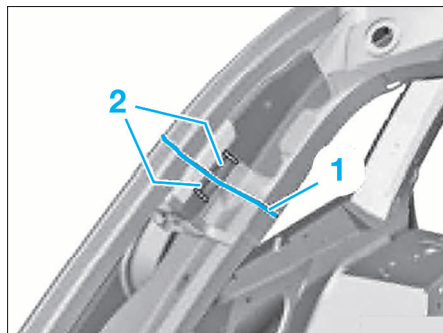

FIG. 26
• Lors de l'adaptation de la pièce neuve sur les deux côtés de la ligne de coupe (1), couper les attaches (2) du renfort (Fig.26).